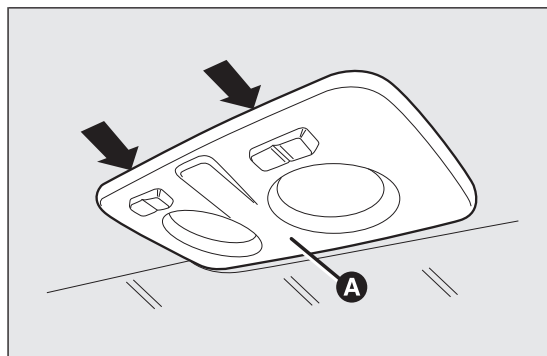
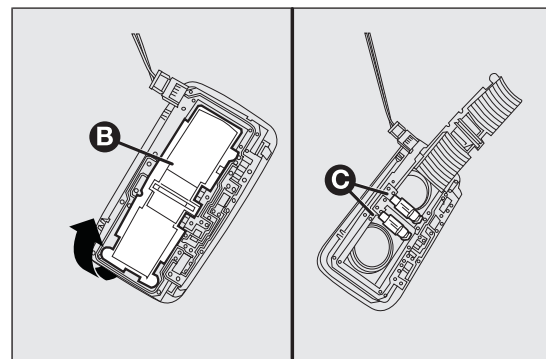

fig. 156
fig. 157
- ☐ agir sur les points indiqués par les flèches et enlever le plafonnier A fig. 156 ;
- ☐ ouvrir le volet de protection B fig. 157 ;
- ☐ refermer le couvercle B fig. 157 et fixer le plafonnier A fig. 156 dans son logement en s'assurant de son blocage.